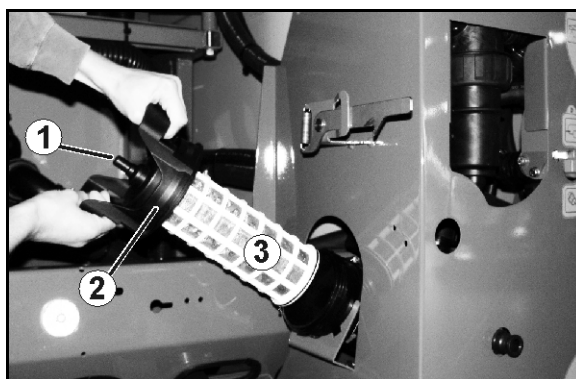

Fig. 122
Curățați filtrul de aspirație (Fig. 122) zilnic, după curățarea stropitorii de câmp.
1. Desprindeți capacul filtrului de aspirație (Fig. 122/2).
2. Înlăturați capacul filtrului de aspirație (Fig. 122/3) și curățați-l cu apă.